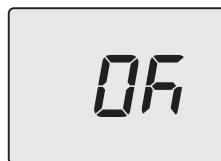

Figura 5.38
- Premendo il tasto 50 (Figura 5.33) si ottiene la conferma del valore inserito. Il display visualizzerà per 5 sec. quanto segue (Figura 5.38) poi, si porterà al livello superiore.